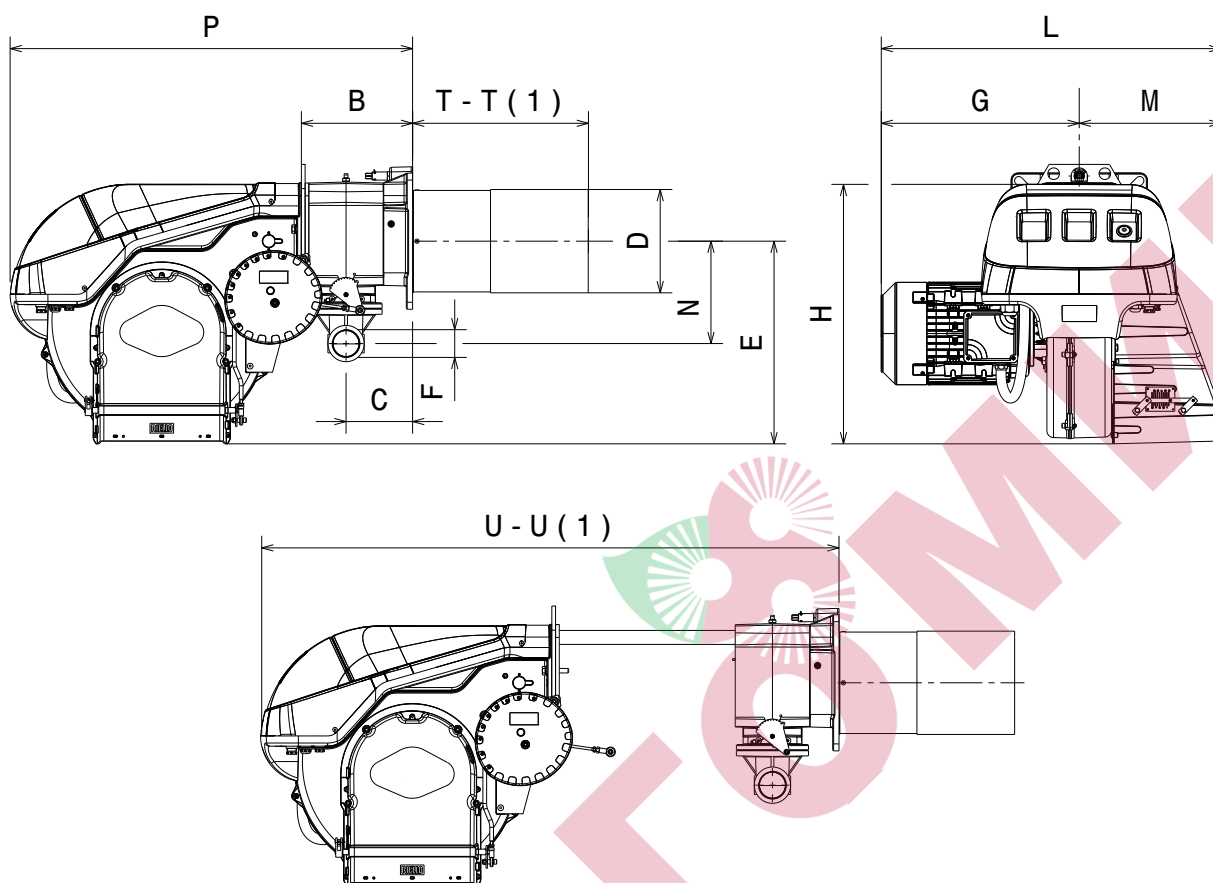

рис. 1
Габаритные размеры горелки указаны на Рис. 1
* Максимальная глубина дверцы котла указана в соответствии с размером "I". (рис. 1 на стр. 8).